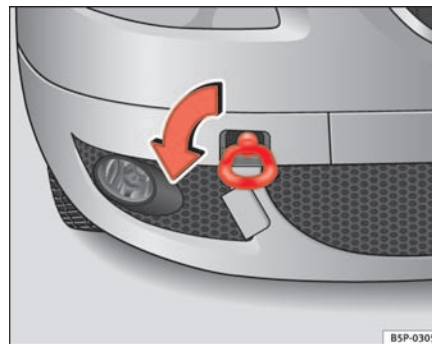
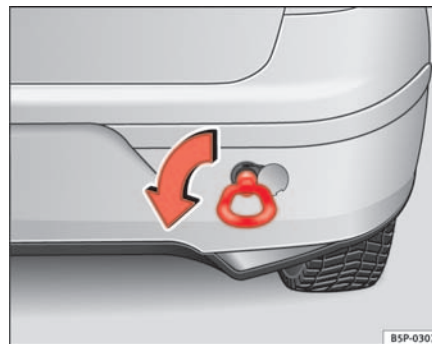

Abb. 201 Frontpartie rechts: Einschrauben der vorderen Abschleppöse
Abb. 202 Einschrauben der Abschleppöse hinten
- Schrauben Sie die Abschleppöse in Pfeilrichtung *links* herum bis zum Anschlag vorne ⇒ **Seite 271, Abb. 201** oder hinten ⇒ **Seite 271, Abb. 202** in die Gewindebohrung ein.